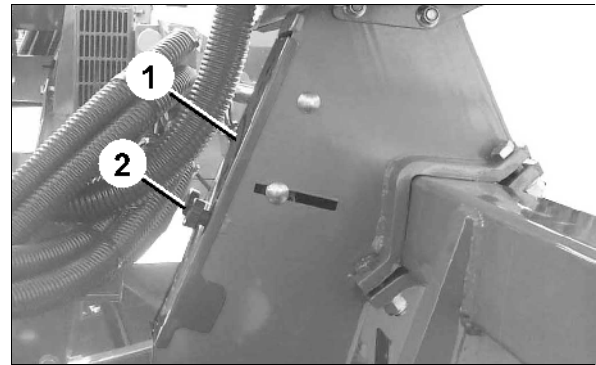

Fig. 31
1. Flügelmuttern (Fig. 31/2) lösen.
2. Kettenschutz (Fig. 31/1) abnehmen.